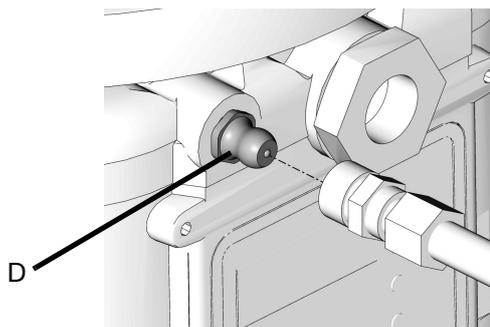

ABB. 14
- Reinigen Sie die Einlassverschraubung (D) (ABB. 14) vor dem Befüllen des Behälters immer mit einem sauberen, trockenen Tuch. Schmutz und/oder Schmutzteilchen können die Schmiermittelpumpe und/oder das Schmiermedium beschädigen.